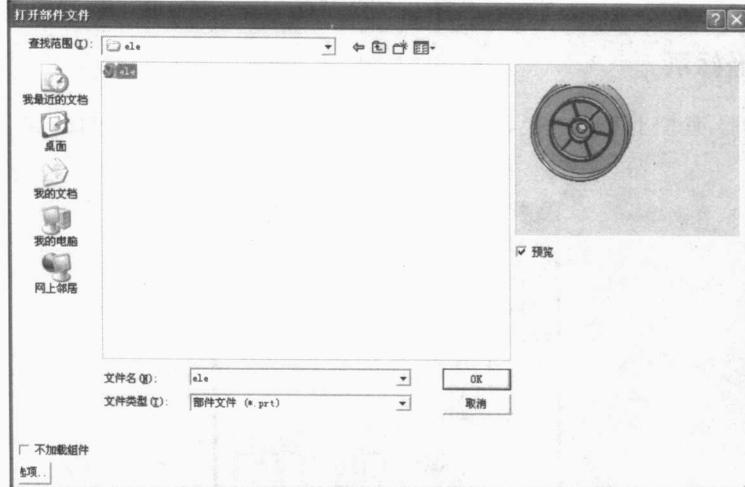

图 1-1 打开部件文件对话框
- ① 在硬盘上建立工作目录 ele，然后将随书光盘 chapter1 目录中的 ele.prt 文件复制到新建的目录中。
- ② 单击工具栏上的“打开”按钮 ，在打开对话框中定位到刚才新建的目录，并选择 ele.prt 文件，如图 1-1 所示。